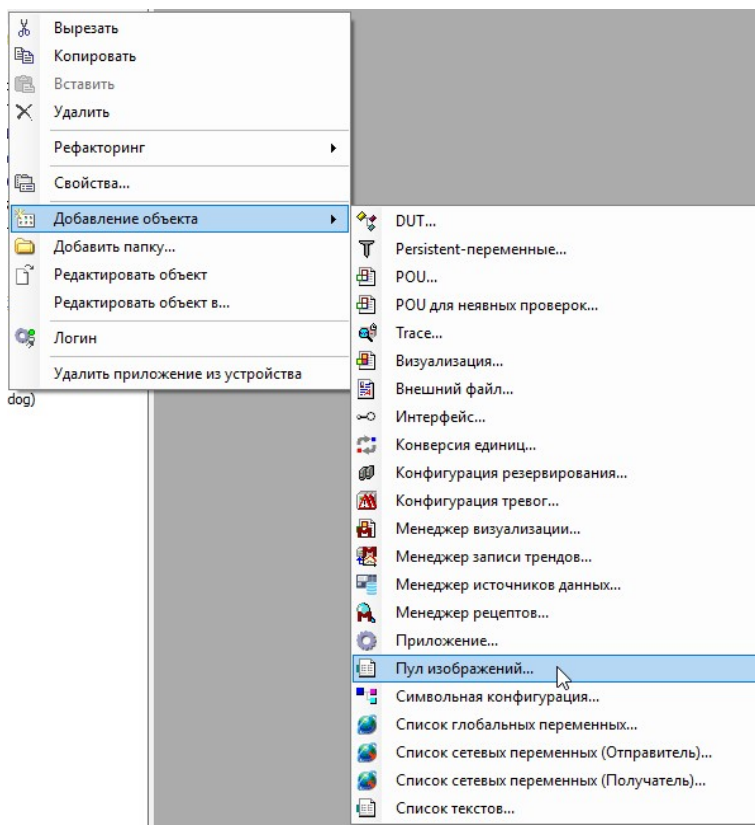

Рис. 74. Добавление Пула изображений
1. Добавить **Пул изображений** (рис. 74).